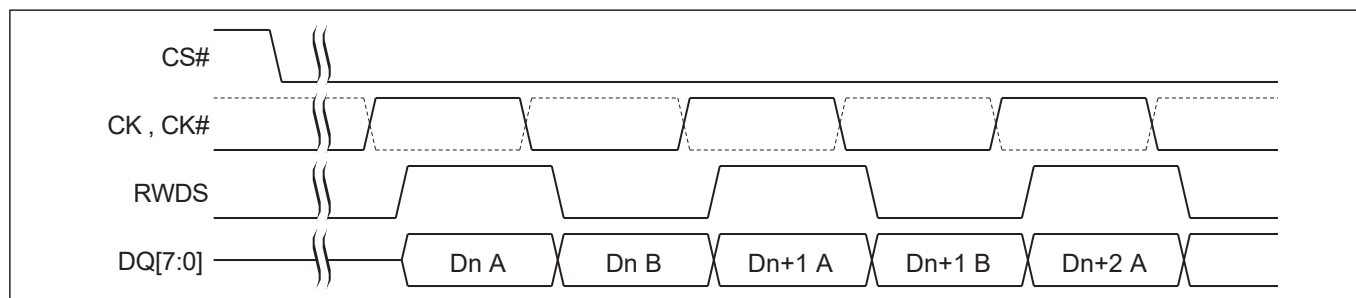

图 7 读取传输期间的数据放置^[12 - 16]
12. 图 7 显示了 HYPERBUS™ 扩展 IO 上的读取传输的一部分。差分时钟的 CK# 以虚线波形显示。